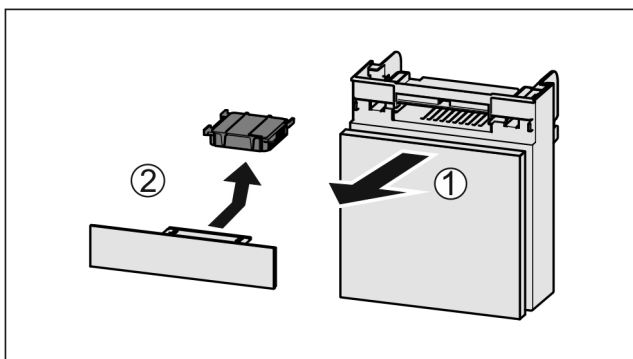

Fig. 88
- ▶ Издърпайте Fig. 88 (1) напред отделението.
- ▶ Извадете Fig. 88 (2) филтъра с активен въглен.